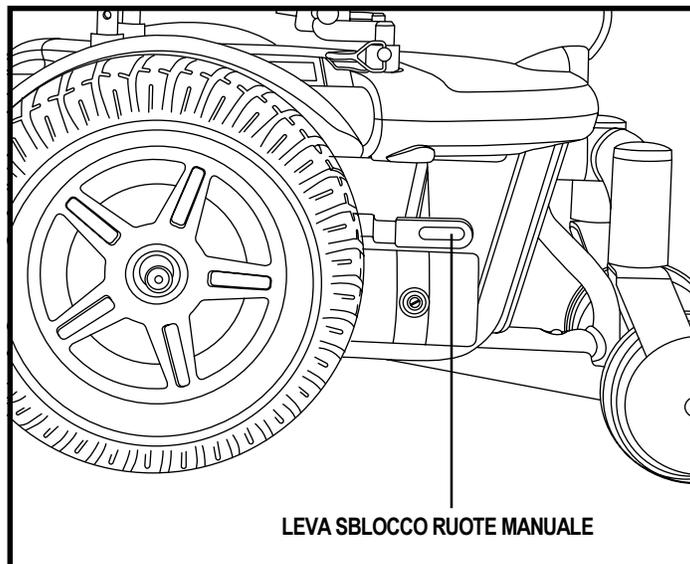

Figura 9. Modalità di sblocco ruote (Trazione disattivata)
3. Spingere le due leve verso il basso per disattivare i motori di trazione. Vedere figura 9.